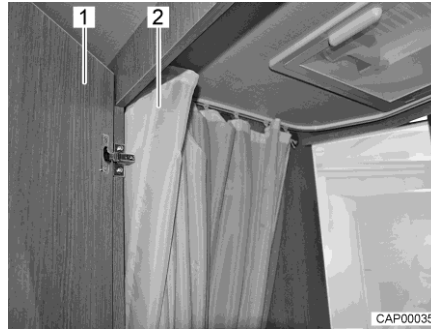

Fig. 69 Vano WC con doccia
- Per utilizzare la doccia, chiudere la porta (Fig. 69,1) e tirare completamente la tendina della doccia (Fig. 69,2), in modo da proteggere tutte le pareti.